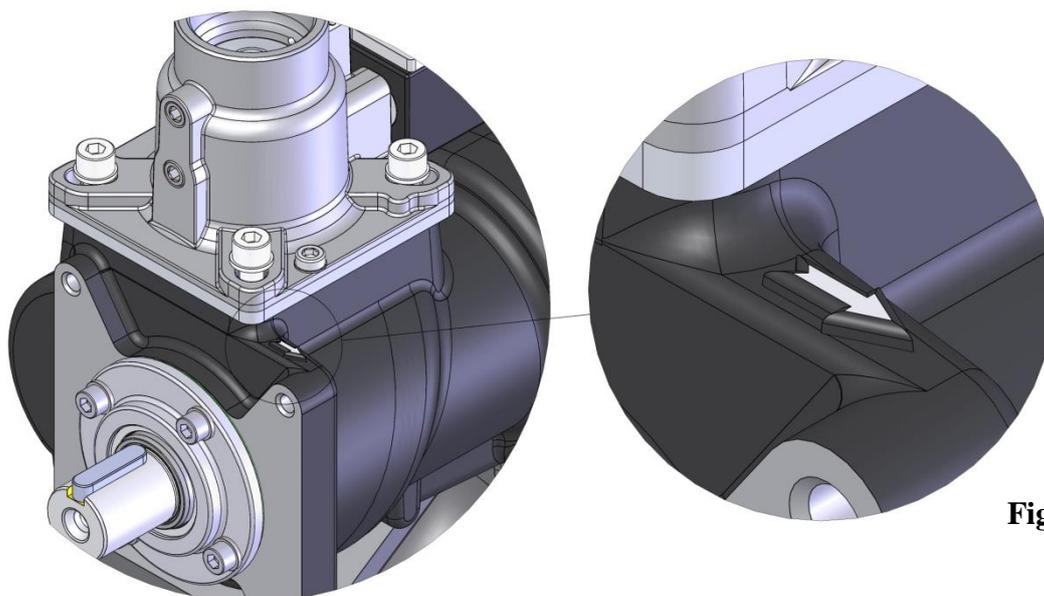

Figura 9
- Se le fasi della linea di alimentazione sono posizionate correttamente, il gruppo vite ruoterà come indicato dalla freccia nella **figura 9**.
La rotazione inversa del gruppo vite rispetto il verso della freccia in rilievo indicata nel corpo (vedi figura 9) può danneggiare il gruppo vite!